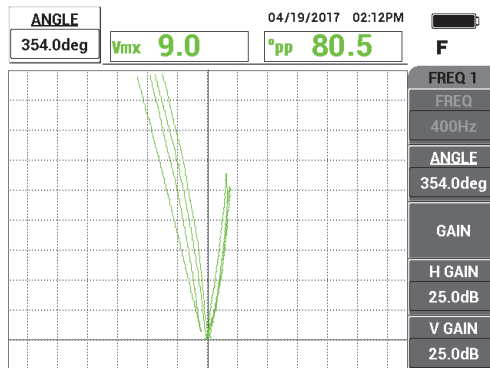

図 5-212 信号位相の調整
3. 角度キーを押し (), 外径グループが垂直の十字で分割されるまでノブを回します (281 ページの図 5-212 参照)。